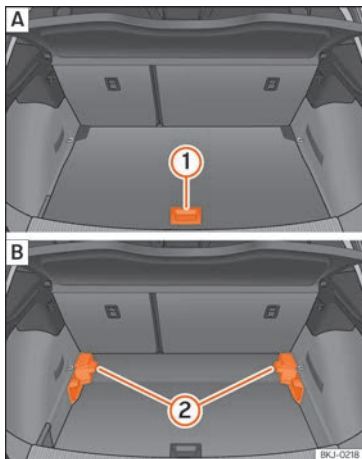

Fig. 113 Piso variável da bagageira: **A**) posição alta; **B**) posição baixa.
- Para passar da posição baixa para a alta, levante o piso pela pega » **Fig. 113 ①**, puxe-o para trás até que a parte dianteira do piso baixe totalmente os suportes **②**.
- Desloque o piso sobre estes para a frente até que chegue ao limite no encosto dos bancos traseiros e, de seguida, baixe o piso com a peça **①**.
- Para passar da posição alta para a baixa, levante o piso pela pega » **Fig. 113 ①**, puxe-o para trás até que a parte dianteira do piso baixe totalmente os suportes **②**.
- Deixe cair a parte anterior contra o piso e empurre o piso para a frente até que atinja o limite no encosto dos bancos traseiros, baixando ao mesmo tempo o piso com a pega **①**.
- Com o piso variável na posição alta, levante pela pega » **Fig. 113 ①**, puxe-o e empurre para o encosto dos bancos traseiros até que o piso dobre pela linha da dobradiça e a parte móvel do piso assente sobre o mesmo.